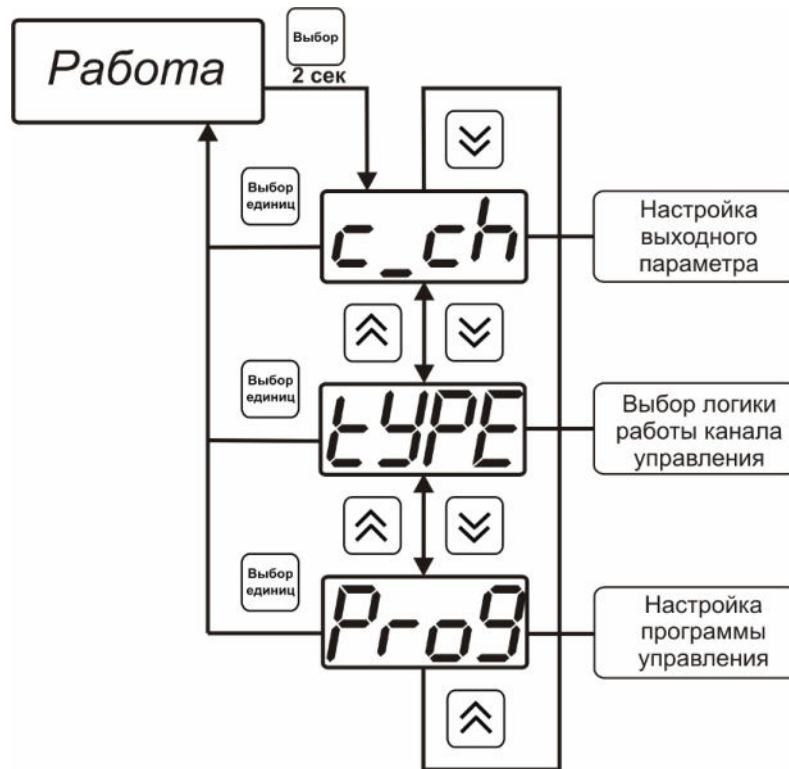

Рисунок 6.14 Режим настройки канала регулирования
6.3.3.1 Вход в настройку каналов регулирования осуществляется длительным нажатием кнопки . После входа в режим настраивается канал регулирования, который был выбран в режиме РАБОТА. Настройка каналов регулирования включает: выбор входного параметра регулирования (температура или влажность), выбор логики работы канала, настройку программы регулирования, см. рисунок 6.14.